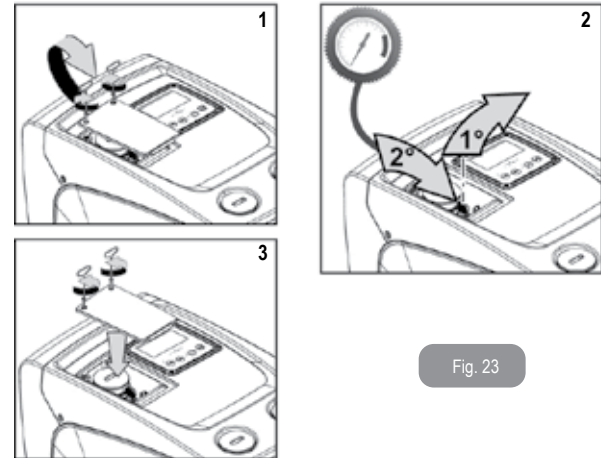

Fig. 23
1. ta bort luckan till utrymmet för extra underhåll (Fig. 1, sida F) genom att lossa de två låsskruvarna med det medföljande verktyget. Ta inte bort skruvarna helt utan använd dem för att dra ut luckan. Tappa inte skruvarna in i systemet när de har tagits bort från luckan (fig. 23);
2. dra av gummihylsan från expansionskärilets ventil (fig. 23);
3. justera ventilen enligt anvisningarna i avsnitt 1.2 (fig. 23);
4. sätt tillbaka gummihylsan (fig. 23);
5. sätt tillbaka luckan och dra åt de två skruvarna (fig. 23).